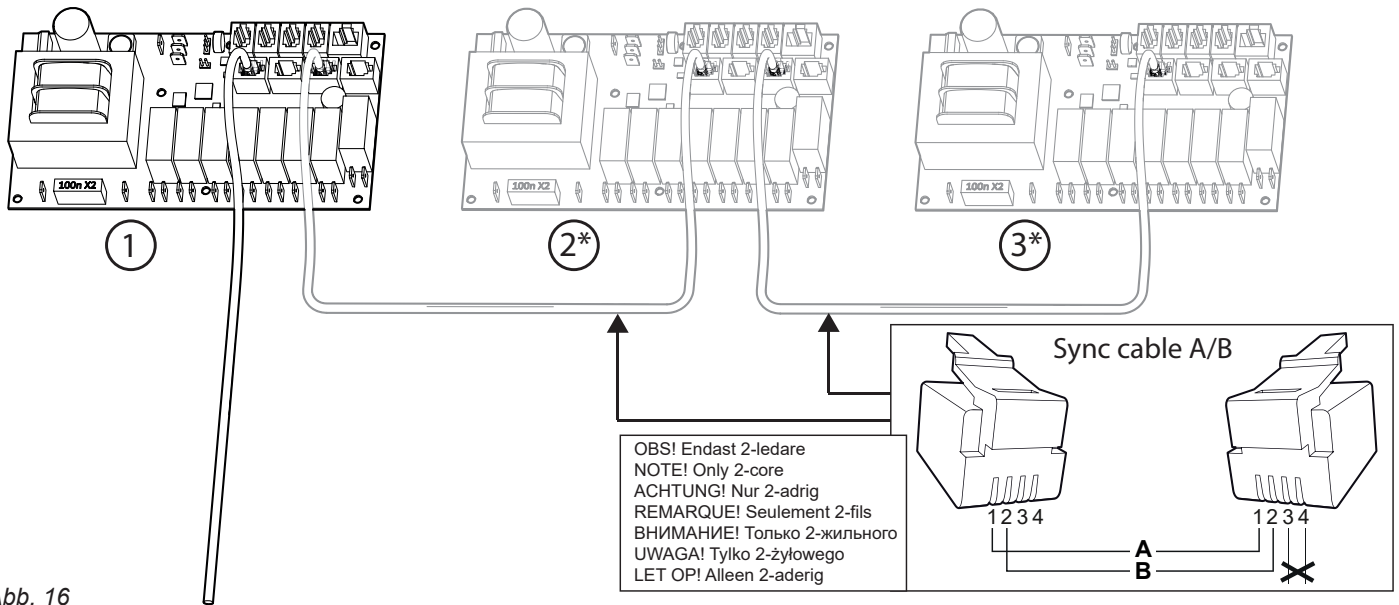

Abb. 16
Die Verbindungen zwischen den Erzeugern erfolgt über ein Niederspannungskabel (2-adrig, RJ10 2P4C A/B) und einen RJ10-Stecker, (Abb. 16.)
Während der Wartung eines Dampferzeugers können die anderen in Betrieb bleiben. Ein als Sekundärerzeuger eingerichteter Dampferzeuger wird abgeschaltet, indem das Kabel von den Leiterplatten abgezogen wird. (Abb. 16)
2. Ziehen Sie das Kabel ab, das die Leiterplatten verbindet (Abb. 16).